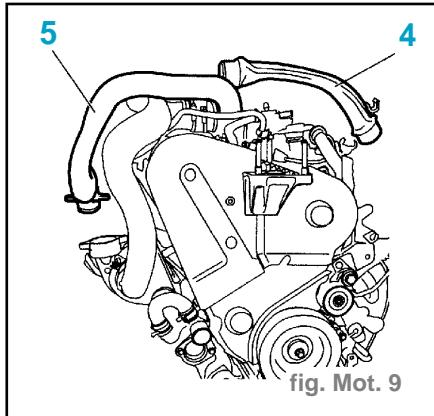
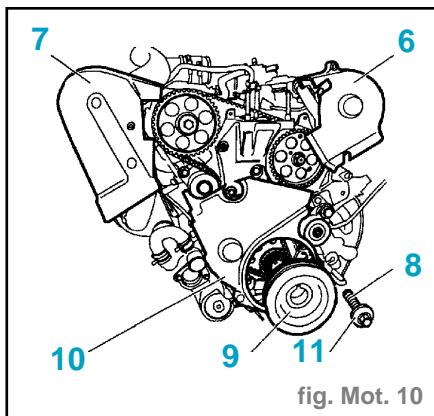
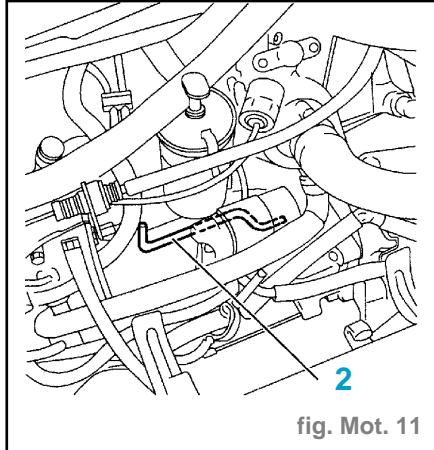
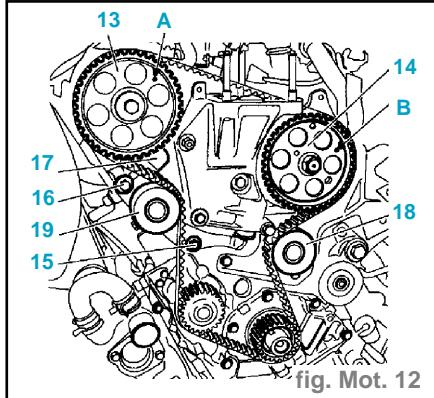

fig. Mot. 9
fig. Mot. 10
fig. Mot. 11
fig. Mot. 12
- Reposer (fig. Mot. 10) :
- la rondelle (11),
- la vis (8).
- Piger le volant-moteur à l'aide de la pipe (2) (fig. Mot. 11).
- Déposer (fig. Mot. 9) :
- le tuyau d'entrée du répartiteur (4),
- le tuyau de sortie du turbocompresseur (5).
- Déposer (fig. Mot. 10) :
- les carters de distribution (6) et (7)
- la vis (8),
- la poulie (9) à l'aide d'un extracteur (réf. 0153R),
- le carter de distribution (10).
- Piger le pignon d'arbre à cames (13) avec une vis M8 X 125 x 35 en (A) (fig. Mot. 12).
- Piger le pignon de pompe d'injection (14) avec une vis M8 x 125 x 35 en (B) (fig. Mot. 12).
- Desserrer l'écrou (15) et la vis (16) sans les déposer.
- Agir sur le carré de manœuvre (17) du galet tendeur pour comprimer le ressort.
- Resserrer la vis (16).
- Vérifier que le galet (18) ainsi que le galet (19) tournent librement (absence de jeu et point dur) (fig. Mot. 12).
- Mettre en place la courroie de distribution neuve, brin (20) bien tenu, dans l'ordre suivant :
- galet enrouleur (18),
- galet tendeur (19),
- Desserrer la vis (16) et l'écrou (15) pour libérer le galet tendeur (fig. Mot. 12).
- Reposer les trois piges (fig. Mot. 11 et 12).
- Resserrer la vis (16) puis l'écrou (15) lorsque la tension est effectuée (fig. Mot. 12).
- Déposer les trois piges (fig. Mot. 11 et 12).
- Desserrer (fig. Mot. 11) :
- la vis (16),
- l'écrou (15).
- la vis (16)
- l'écrou (15)